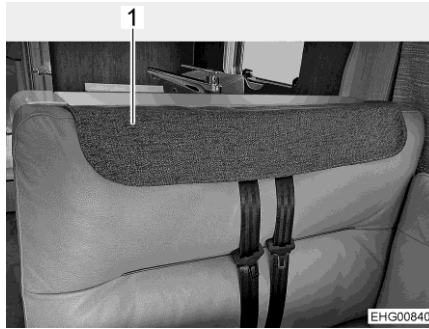

Bild 85 Sätesklädsel monterad
När fordonet är uppställt kan nackstöden tas bort från sittbänkens ryggstödsdyna för att få en bekvämare sittplats. Öppningarna för nackstöden och för säkerhetsbältena kan sedan täckas med en sätesklädsel (Bild 85,1).
- Montera sätesklädseln över öppningarna för säkerhetsbältena (Bild 85).